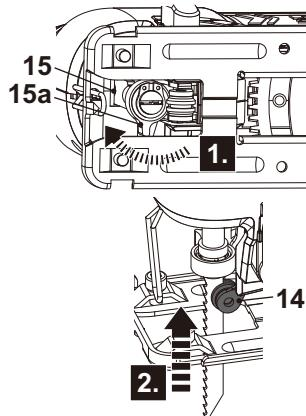

Fig. 1
> Rode a bucha de bloqueio (15a) para a esquerda para desbloquear o portalâminas (15) e mantenha-a nessa posição (Fig. 1, passo 1).
- > Alinhe e insira a lâmina de serra até ao fundo do porta-lâminas (15) (Fig. 1, passo 2).
- > Solte a bucha de bloqueio (15a) para que volte à sua posição inicial e comprove que a lâmina de serra encaixa perfeitamente no porta-lâminas (15).
- > Ao colocar a lâmina de serra, certifique-se de que as costas da lâmina de serra se encontram na ranhura da guia de lâmina de serra (14).